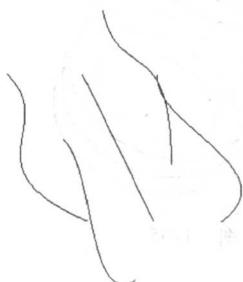

图 1-27
(1) 从光盘中打开文件“var_scan2.prt”，得到如图 1-27 所示的 5 条曲线。